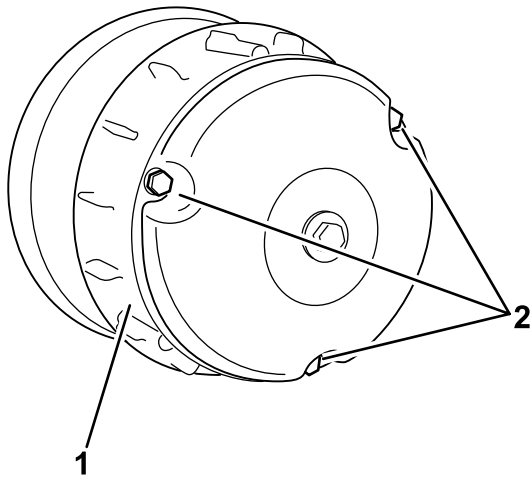

Bild 69
- Entfernen Sie die drei Schrauben, mit denen die Abdeckung an der Kupplung befestigt ist, und nehmen Sie die Abdeckung ab (Bild 69).
- Setzen Sie die Kupplungsabdeckung auf und befestigen Sie sie mit den drei in Schritt 2 entfernten Schrauben (Bild 69).